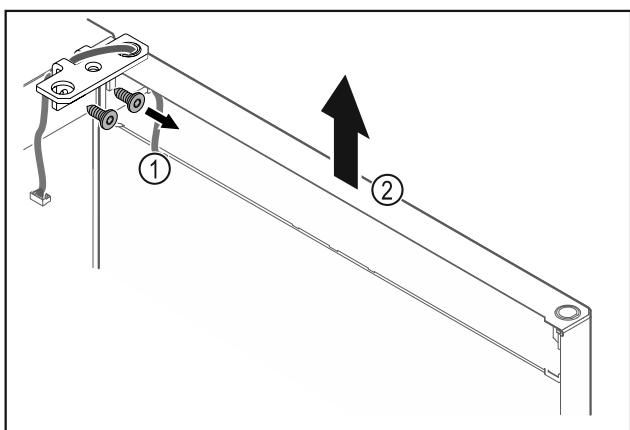

Fig. 25
- Scharnierhoek Fig. 25 (1) losschroeven.
- Deur inclusief scharnierhoek Fig. 25 (2) circa 200 mm recht omhoogtillen en verwijderen.